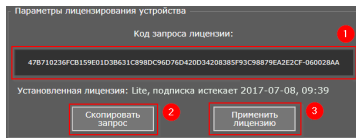

Рис. 15 Параметры лицензирования устройства
Обратите внимание на область «Параметры лицензирования устройства» в нижней части вкладки «Основные настройки». Здесь показано состояние лицензии на ваше устройство, а также размещены элементы интерфейса для управления лицензией. Для функционирования системы в контроллер должна быть установлена соответствующая лицензия. Сразу после подключения в ваш контроллер внесена пробная лицензия (Lite), период действия которой ограничен несколькими днями. Вы можете воспользоваться этим пробным периодом для ознакомления с возможностями программы, после чего необходимо приобрести и активировать полнофункциональную лицензию на работу устройства. По вопросам приобретения лицензии обращайтесь к вашему менеджеру в компании Purelogic R&D. Если лицензия вами уже приобретена, то вам осталось только её активировать. Лицензия привязывается к серийному номеру вашего контроллера на основе уникального кода запроса. Код запроса лицензии для вашего контроллера показан в соответствующем поле настроек (1) (рисунок 15)